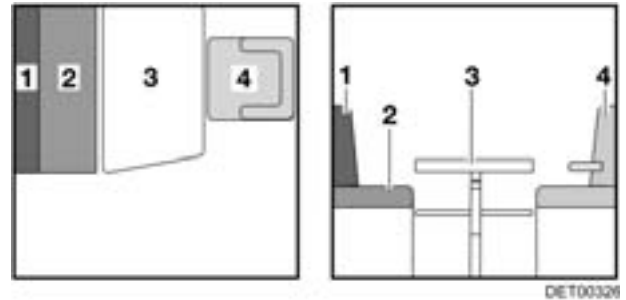

Bild 96 Vor dem Umbau
- Den Fahrersitz (Bild 96,4) drehen und ganz nach vorn schieben.
- Tisch (Bild 96,3) zum Bettunterbau umbauen (siehe Abschnitt 7.7).